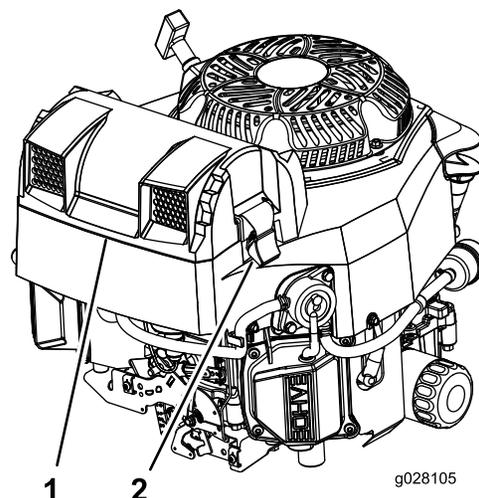

Рисунок 37
3. Расфиксируйте защелки воздухоочистителя и отделите крышку воздухозаборника от корпуса воздухоочистителя (Рисунок 37).
5. Установите крышку воздухозаборника и закрепите ее защелками (Рисунок 37).